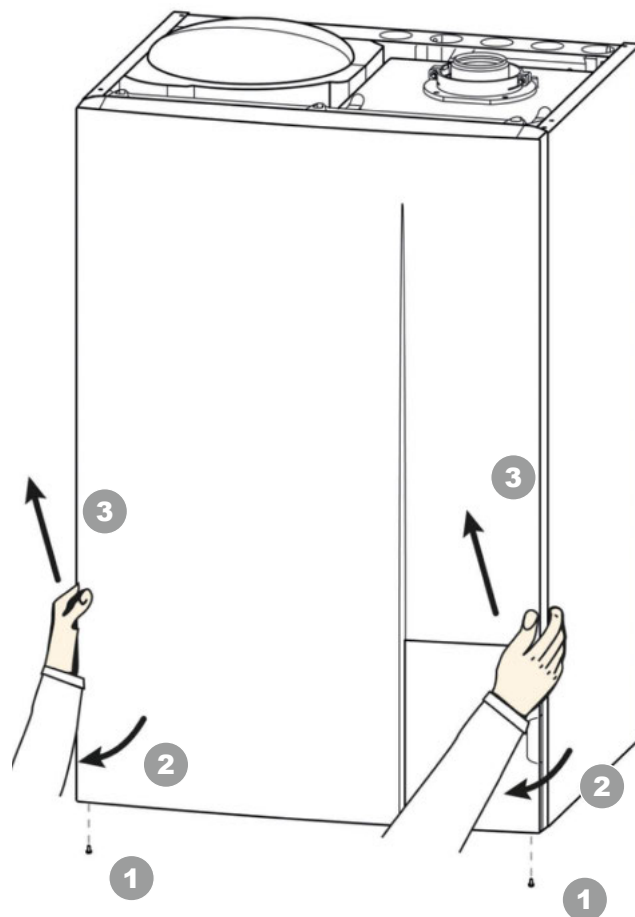

fig. 28 - Dépose de la façade
- Déposer la façade (fig. 28, page 46).